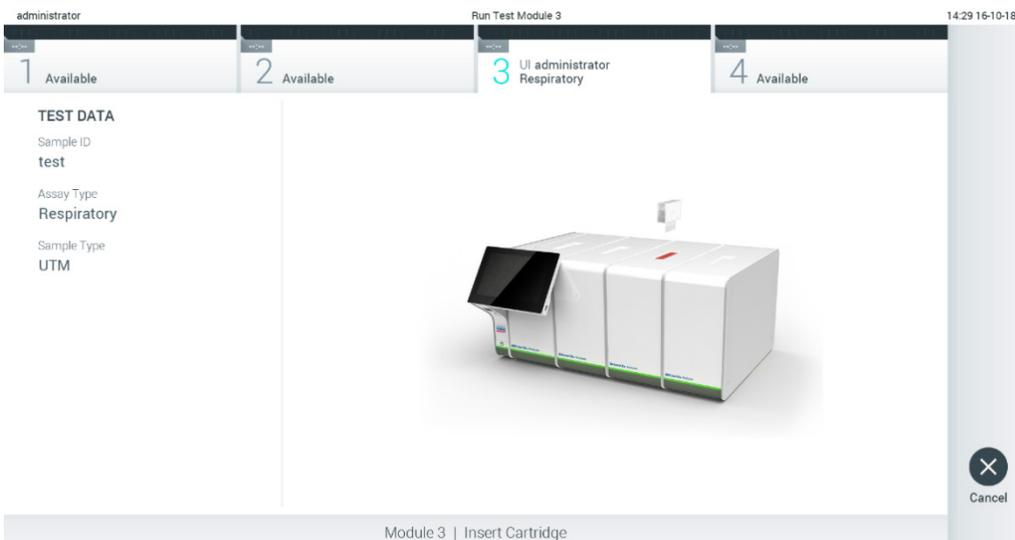

Figure 27. Insertion de la cartouche de dosage QIAstat-Dx dans le QIAstat-Dx Analyzer 1.0.
7. Assurez-vous que les deux couvercles du port d'introduction des écouvillons et du port principal de la cartouche de dosage QIAstat-Dx sont bien fermés. Lorsque le port d'insertion de la cartouche situé sur le dessus du QIAstat-Dx Analyzer 1.0 s'ouvre automatiquement, insérez la cartouche de dosage QIAstat-Dx avec le code à barres tourné vers la gauche et les chambres de réaction vers le bas (Figure 27).